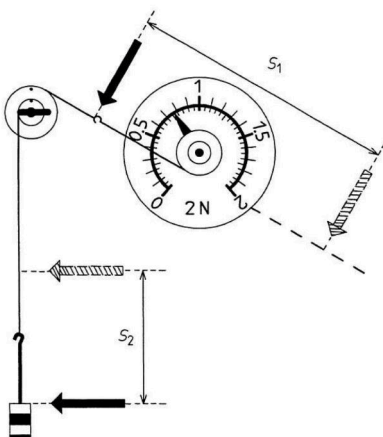

Fig. 2
- Colocar el dinamómetro en la tabla de demostración y medir la fuerza del peso $F_G = F_2$ para el plato de pesas cargado; anotar F_2 (1)
- Montar el experimento como se muestra en la Fig. 2; sujetar el plato de pesas a la cuerda enrollada sobre la rueda pequeña.
- Medir la potencia F_1 que es necesario para el equilibrio en la rueda del eje; anotar F_1 y F_2 bajo (2)